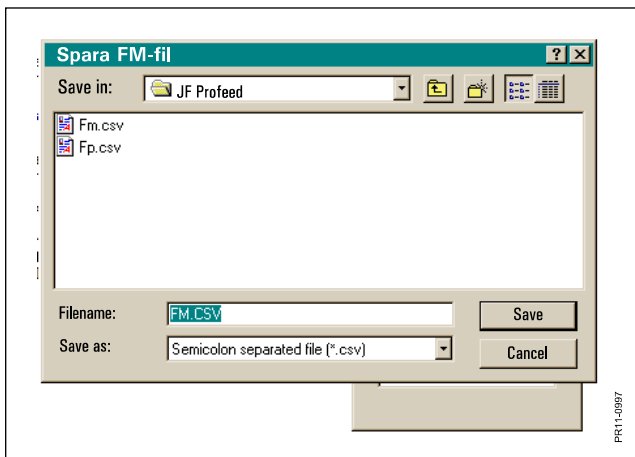

Fig. 7.10
**Fig. 7.10** Denna punkt väljs för att föra över data till PC:n. För att kunna använda denna punkt, skall den aktuella datan först vara överförd till den infraröda handterminalen från **PROFEED**-systemet.